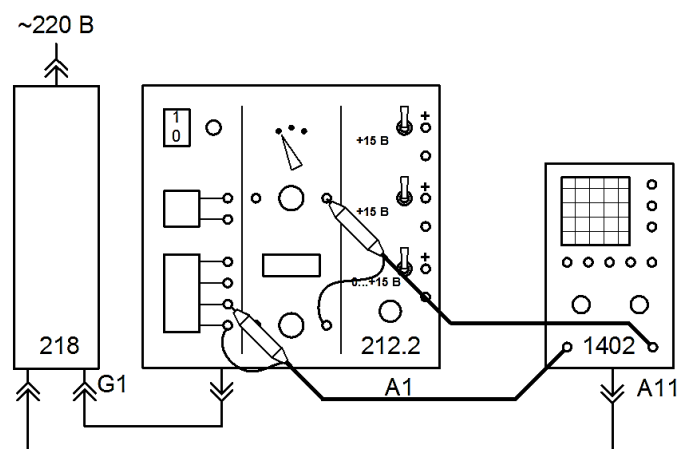

Рис. 2.4. Схема электрическая соединений установки для измерения частоты
Схема электрическая соединений установки для измерения частоты приведена на рис. 2.4. В ходе эксперимента измеряется частота синусоидального напряжения одной из фаз трёхфазного генератора блока **A1** (напряжение подключено к входу **Y** осциллографа). Частота измеряемого напряжения сравнивается с частотой синусоидального напряжения генератора напряжений специальной формы блока **A1** (частота этого напряжения измеряется цифровым частотомером блока генератора **A1** или мультиметром **PC5000** блока **A2**).
4. Собрать схему в соответствии с рис. 2.4.